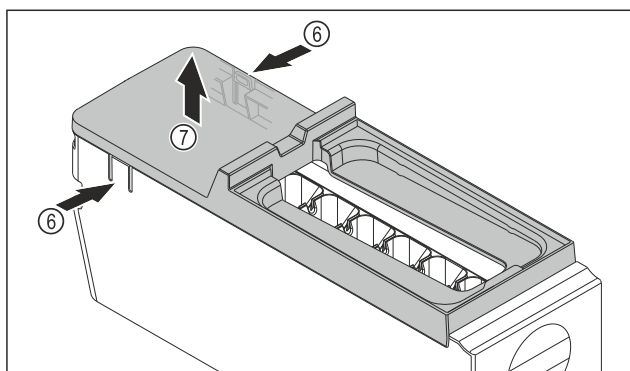

Fig. 122
- ▶ Wyjmowanie osłony korpusu EasyTwist-Ice: Docisnąć jedną ręką nakładki Fig. 122 (6) po obu stronach korpusu EasyTwist-Ice.
- ▶ Drugą ręką wyjąć osłonę Fig. 122 (7) ku górze.